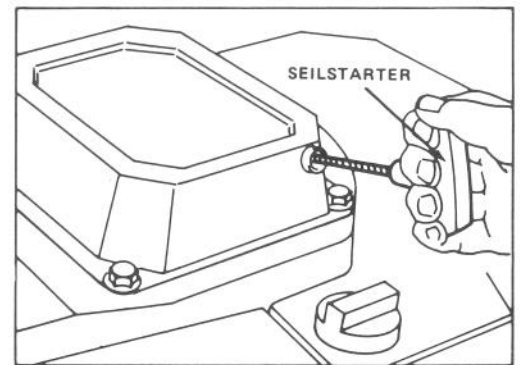

Bild 8
Sie den Fuß auf die obere linke Seite des Mähergehäuses stellen, wie durch das Fußsymbol angegeben. Den Seilstarter (Bild 8) ziehen. Wenn der Motor anspringt, den Gashebel von CHOKE in gewünschte Stellung bringen.
**HINWEIS:** Ist die Batterie entladen, kann der Motor mit dem Seilstarter gestartet werden (Bild 8).